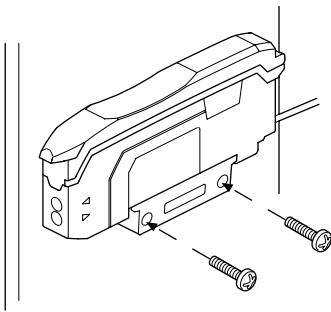

图 2
- 2、安装到墙壁上(仅适用于主模块)将模块放到选配的安裝架上,将其安装到一起,使用两个 M3 螺丝固定,如图 2 所示。